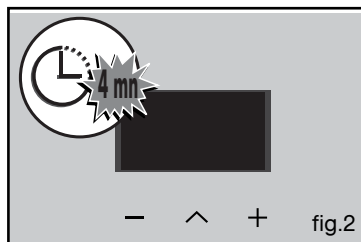

fig.2
- Ajuste el tiempo que desee con los mandos de ajuste + o - (fig.2).
- Presione simultáneamente las teclas + y - durante unos diez segundos hasta que la pantalla de "CO" para entrar en el modo de ajuste (Fig. 2).
- Después de 4 minutos sin ninguna acción por el usuario que ve el horno entra en modo de reposo (Fig. 2).